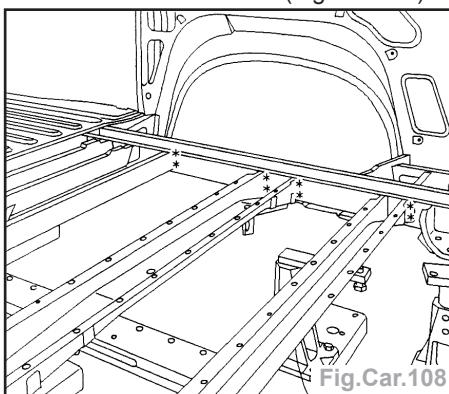

Fig.Car.108
- Dégrafer les lignes de points à l'aide d'une fraise de \varnothing 8 mm (Fig.Car.108).